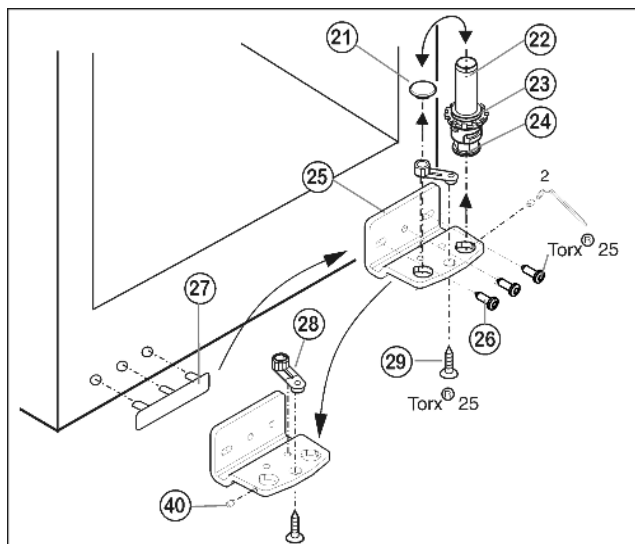

Fig. 6
- Отвинтите установочный винт Fig. 6 (40) приблизительно на один оборот прилагаемым торцевым ключом.
- Извлеките опорный винт Fig. 6 (22) в комплекте с шайбой Fig. 6 (23) и регулируемой опорой Fig. 6 (24), вывинчивая его вверх.
- Снимите пробку Fig. 6 (21).
- Открутите Fig. 6 (26) опорный кронштейн Fig. 6 (25).
- Полностью выкрутите установочный винт Fig. 6 (40) и вкрутите на противоположной стороне на нижнем опорном кронштейне, чтобы он был заподлицо с этим кронштейном.
- Открутите Fig. 6 (29) опорную деталь Fig. 6 (28) и, переставив в отверстие на противоположной стороне опорного кронштейна, снова прикрутите.
- Переставьте пробку Fig. 6 (21) в свободное отверстие.
- Осторожно снимите и переставьте на противоположную сторону крышку со стороны ручки Fig. 6 (27).
- Снова прикрутите опорный кронштейн Fig. 6 (25) на новой стороне шарнира (с моментом 4 Нм). При необходимости используйте аккумуляторный шурупверт.
- Вновь установите опорный винт Fig. 6 (22) в комплекте с шайбой и регулируемой опорой.
- Затяните установочный винт Fig. 6 (40).
- Установите дверцу сверху на нижний опорный палец Fig. 6 (22).
- При необходимости выровняйте дверцы через два продольных паза в нижнем опорном кронштейне Fig. 6 (25) параллельно корпусу устройства. Для этого выкрутите средний винт.